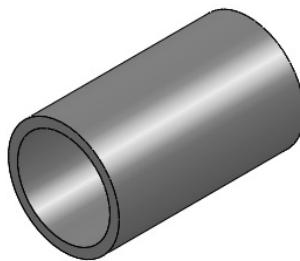

图 6-29 零件实体模型
- [1] 打开初始文件“Z6L5.prt”，零件实体模型如图 6-29 所示。